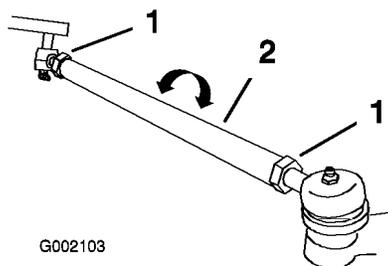

Figura 45
- Se os resultados da medição não estiverem dentro dos valores estabelecidos (consulte as dimensões e os parâmetros no início deste procedimento), desaperte as porcas em ambas as extremidades das barras (Figura 45).